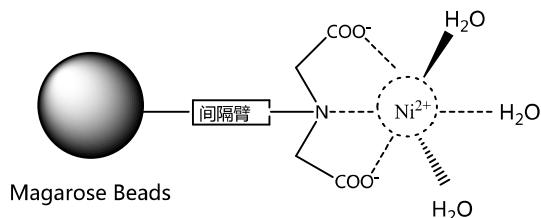

图 1. NI IDA Magarose Beads 产品化学结构示意图
**Ni IDA Magarose Beads** 可以用于各种表达来源（如大肠杆菌、酵母、昆虫细胞和哺乳动物细胞）的组氨酸标签（6xHis-tagged）蛋白的纯化。它是以磁性琼脂糖凝胶微球为基础，通过化学方法偶联了三配位的亚氨基二乙酸（IDA），螯合镍离子（Ni2+）后，可以形成比较稳定的平面四边形结构，从而有更多的位点与组氨酸标签上的咪唑环继续配位，达到结合目的蛋白的效果（产品化学结构见图 1 所示）。但是，这样的结构比较容易受到其他小分子的进攻，镍离子易被还原或者被螯合，从而破坏其化学结构，无法结合目的蛋白。